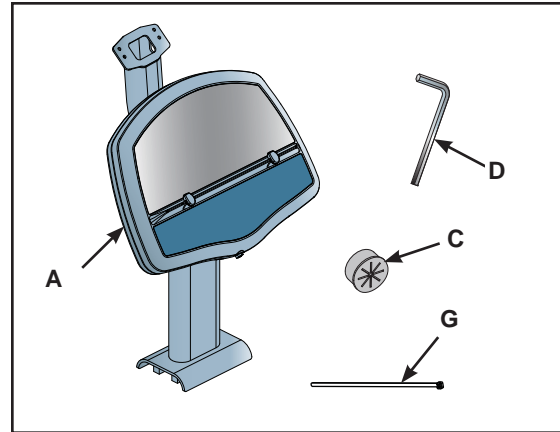

Figure 17
2. **Vérifiez le contenu du kit illustré à la figure 17.**
- A. Console avec support de moniteur (1), 630A-220
- B. Câbles coaxial et d'alimentation (1), 630 A-104 (dans le châssis de l'Arc)
- C. Bague de serrage (1), PP740000
- D. Clé Allen de 3 mm (1), BK030210
- E. Poster (1), 630A-384 (non illustré)
- F. Feuille de garantie (1), LT-20219 (non illustrée)
- G. Ligature de câble (2), EW000028